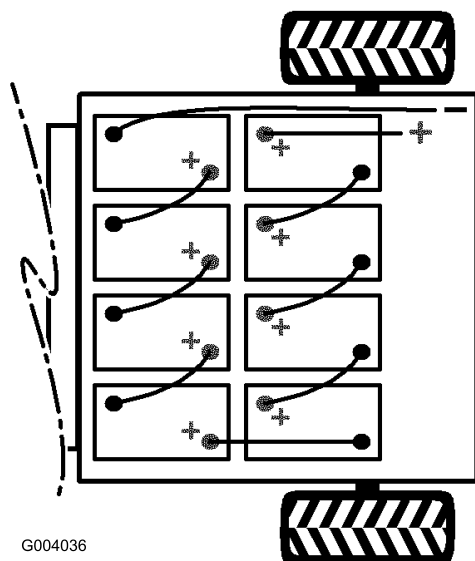

Bild 29
2. Schließen Sie das lange, schwarze, negative Hauptkabel zwischen dem Batterieverteiler und dem Fahrzeug von der Batterie ab (Bild 29).
3. Schließen Sie das lange, rote, positive Hauptkabel zwischen dem Batterieverteiler und dem Fahrzeug von der Batterie ab (Bild 29).
Hinweis: Achten Sie auf die Batteriepolartät, wenn Sie neue Batterien einsetzen (Bild 29).
9. Verbinden Sie die Batterien mit den vorher abgenommenen Batteriekabeln, siehe Bild 29.
10. Schließen Sie das lange, rote, positive Kabel zwischen dem Batterieverteiler und dem Fahrzeug an (Bild 29).
11. Schließen Sie das lange, schwarz, negative Hauptkabel zwischen dem Batterieverteiler und dem Fahrzeug an (Bild 29).